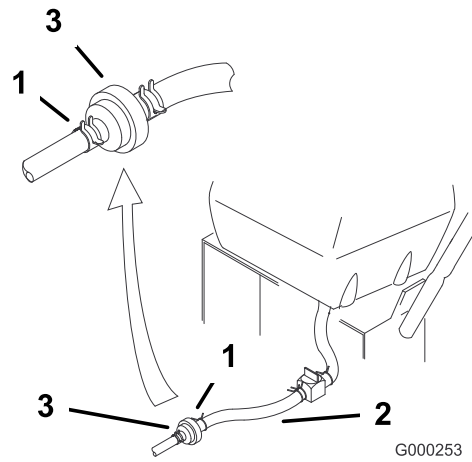

Bild 32
4. Drücken Sie die Enden der Schlauchklemmen zusammen und schieben Sie sie vom Filter weg (Bild 32).